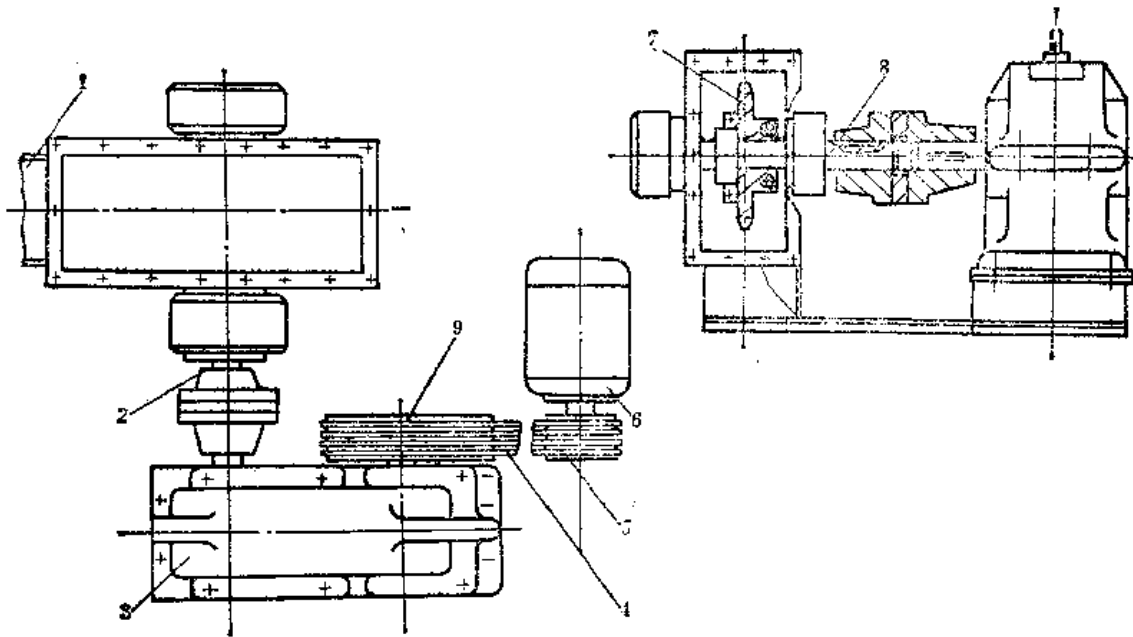
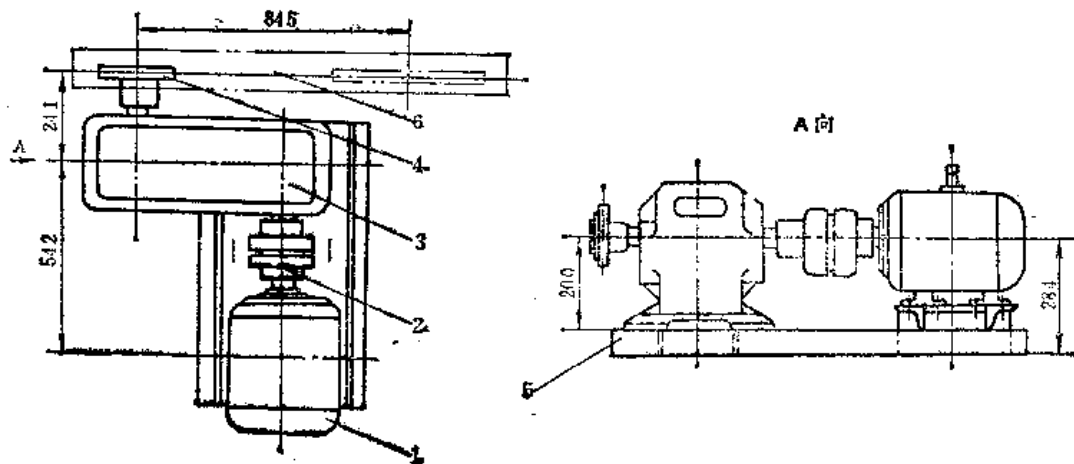

图8-7-6 带驱动装置
图8-7-7 链条驱动装置
(4) 驱动装置的修理 驱动装置主要分为带传动驱动装置(见图8-7-6)和链条传动驱动装置(见图8-7-7)。
除减速器按工艺要求和维修计划进行正常的修理外，常见的主要修理工作是更换V带或更换套筒滚子链(图8-7-7)。